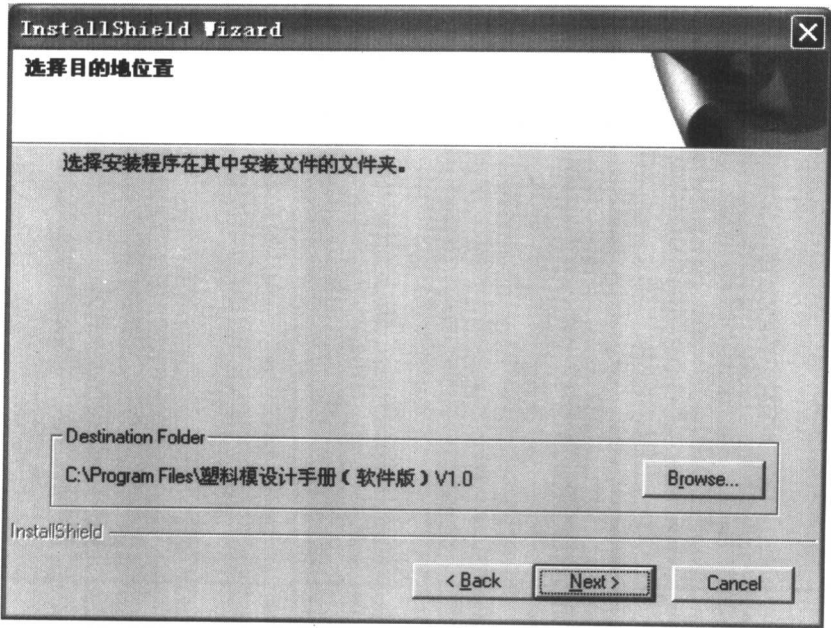

图 1.5 选择安装目录界面
(6) 进入选择安装目录界面，如图 1.5 所示。系统推荐的安装目录是 C:\Program Files\塑料模设计手册（软件版）V1.0。如果确认将软件安装在系统推荐的目录中，单击“Next”按钮；如果希望安装在其他的目录中，单击“浏览”按钮，在出现的对话框中选择合适的文